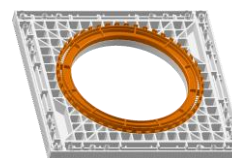

Fig 2
- Genom att använda medföljande 12 mm distansring, se fig 2.